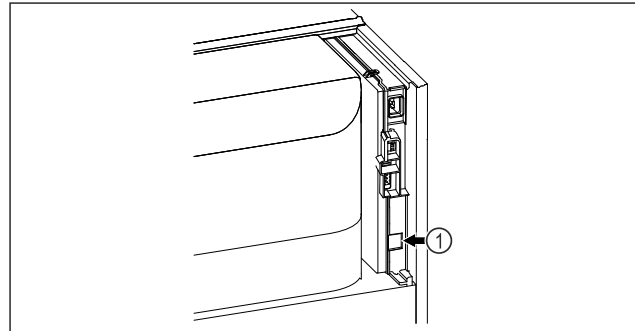

Fig. 61
- SmartModule Fig. 61 (1) er satt inn.